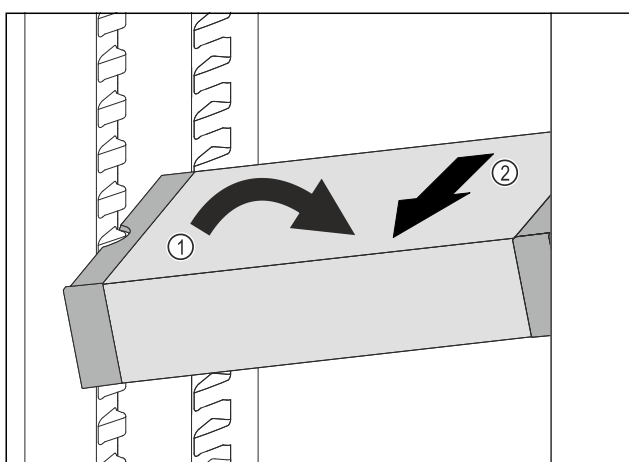

Fig. 109
- ▶ Stil VarioSafe på skrå ind i kølesektionen. Fig. 109 (1)
- ▶ Tag VarioSafe ud fremefter. Fig. 109 (2)